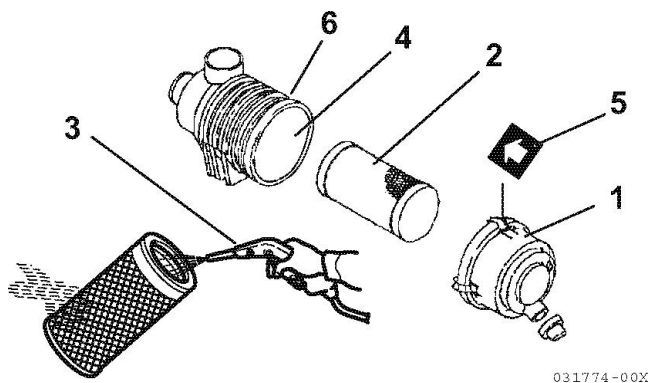

Рисунок 12
1. Отцепите и снимите крышку фильтрующего элемента воздушного фильтра (1, рисунок 12).
2. Удалите фильтрующий элемент (2, рисунок 12) (внешний фильтрующий, если воздушный фильтр оснащен двумя элементами).
*Примечание: Если на внешнем элементе есть красная линия (2, рисунок 12), повторно вставьте элемент до положения, когда красная линия перекрывается торцевой гранью корпуса воздушного фильтра.*
3. Продуть (3, рисунок 12) фильтрующий элемент в направлении изнутри-наружу сжатым воздухом под давлением 0.29 - 0.49 МПа, 3.0 - 5.0 кгс/см2, чтобы удалить частицы пыли. Следует применять минимально низкое давление воздуха, чтобы не повредить фильтрующий элемент при удалении пыли.
7. Повторно установите фильтрующий элемент в корпус воздушного фильтра (4, рисунок 12).
8. Повторно установите крышки воздушного фильтра, удостоверившись, что направление стрелки (5, рисунок 12) на крышке совпадает со стрелкой на корпусе (6, рисунок 12).
Следует заменять фильтрующий элемент воздушного фильтра (2, рисунок 12) через каждые 500 часов работы двигателя, даже если фильтрующий элемент не поврежден и не загрязнен.
При замене фильтрующего элемента, необходимо очистить внутреннюю часть корпуса воздушного фильтра (4, рисунок 12).